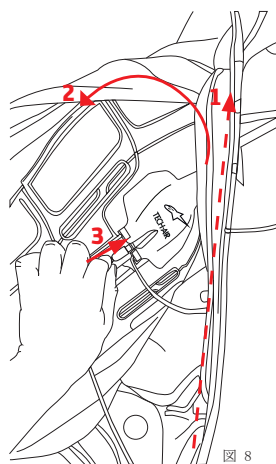

図 8
: Tech-Air®レースエアバックシステムがレーザースーツに装着されている場合、マイクロUSB接続はベストアタッチメントのひとつ(1)を外し、ベスト外側を一部持ち上げることで簡単に手に取ることができます。(図8参照)
⚡ まずベストのアタッチメントジップ (1) を外し、スーツの外にベストの一部を持ち上げることで、マスタースイッチ (8) に届きやすくなります。(図8参照) マスタースイッチをオフにしたら、ベストアタッチメントジップを再び装着することになります。